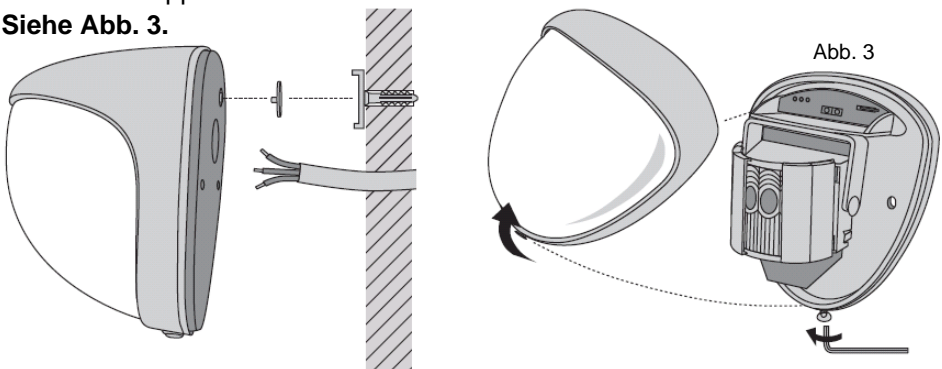
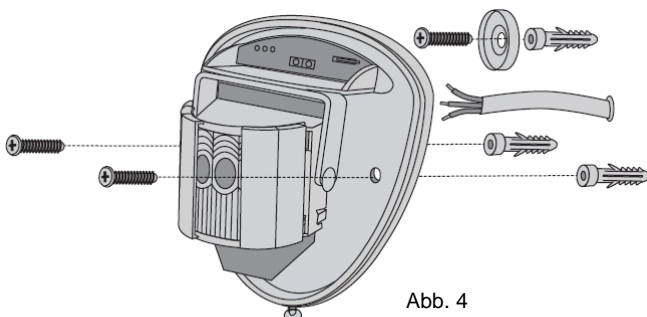
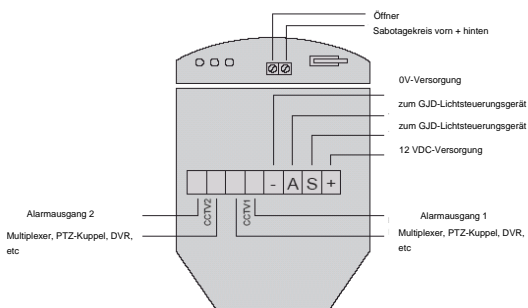

Abb. 2
Abb. 4
Abb. 7
- 3) Führen Sie das standardmäßige 12-adrige Alarmkabel durch den Kabeleingang; isolieren Sie die Drähte und verbinden Sie diese mit dem abnehmbaren Klemmenblock, Abb. 7. Schrauben Sie das Gerät an die Wand und stellen Sie sicher, dass der Sicherungsstift richtig positioniert und der Sicherungsschalter geschlossen ist. **Siehe Abb. 4 und 5.** Für die Montage werden zwei Klemmfüße als Reserve mitgeliefert. Ein Fuß ist 1 mm weiter, der andere 2 mm weiter als ursprünglich angepasst. Der Klemmfuß stellt eine Steckverbindung dar und kann durch vorsichtiges Ziehen vom Stift entfernt werden. **Siehe Abb. 2.**